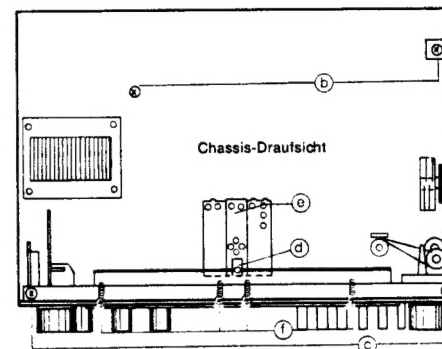

Abb. 3
- Vier Schrauben (4) unterhalb der Skala herausdrehen (Abb. 3).
- Schraube (5) herausdrehen (Abb. 3).
- Haltebügel (6) nach hinten schieben.